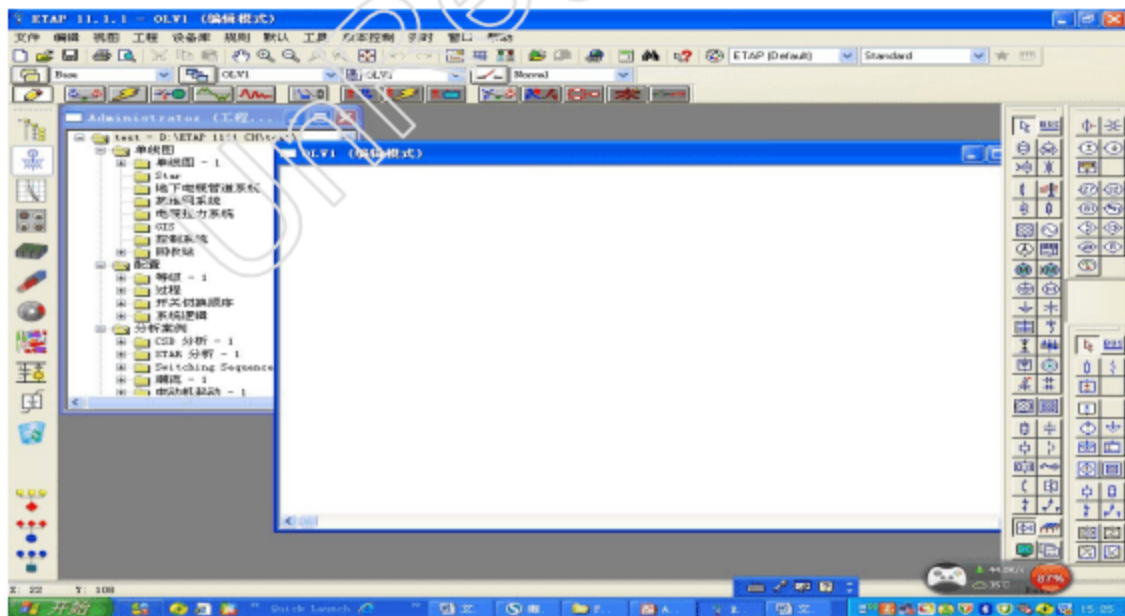

图1.1 ETAP 软件的编辑模式
- 4、点击“确定”，打开了ETAP 软件的编辑模式，如图1.1 所示。